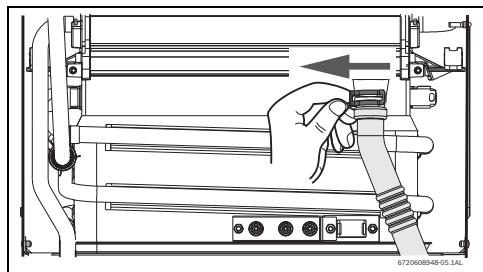

Fig. 59
- Retirar el clip y soltar la extremidad del tubo de condensados (consultar la Fig. 59).